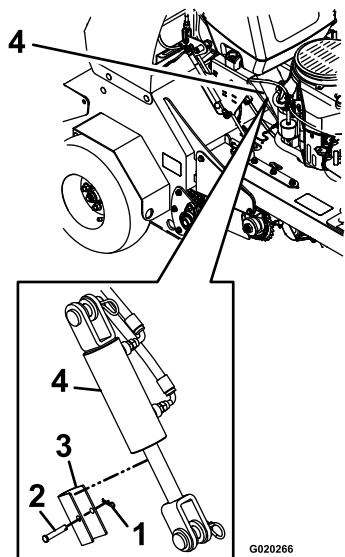

Figura 8
10. Retire y guarde el pasador, la chaveta y el tope del cilindro, según se muestra en la Figura 8.